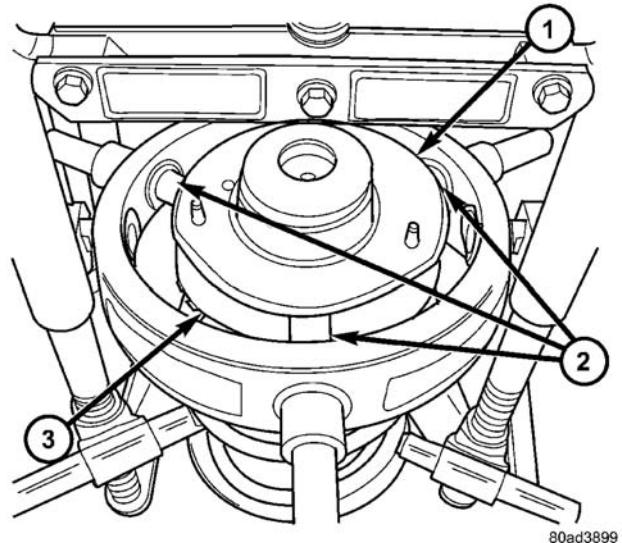
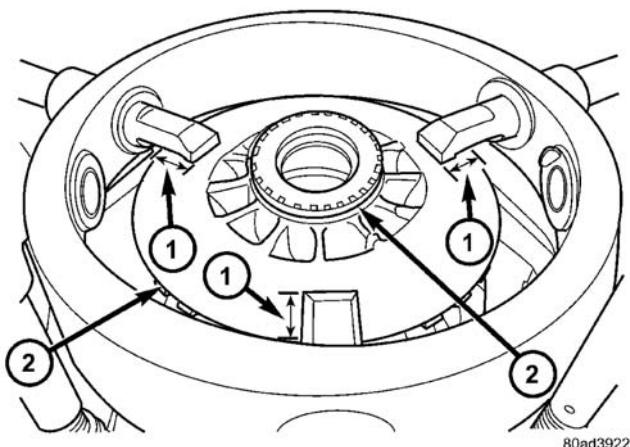

图 44 旋转支座并定位钩子
图 47 钩置于上座上
(1) 按照制造商的说明书，将滑柱总成置于滑柱螺旋弹簧压缩器中。先将下部钩放到螺旋弹簧上。应将滑柱 U 形支架直接置于压缩器向外的位置。
(2) 如图所示 (图 44)，向压缩器的内侧转动滑柱总成的上支座，以便定位压缩器上部钩。将上部钩置于螺旋弹簧上座的顶部，距座的外径大约 1 英寸 (图 47)。**不得让钩更靠近边缘。**在螺旋弹簧的下端放一个夹子，以便在卸下了滑柱轴螺母时，滑柱可以保持在位。
(2) 将上座和上减震垫安装在螺旋弹簧的顶部。放置时上座周边中的凹口要朝向压缩器的前部 (同第 1 步中的 6 点钟位置)。
(3) 将上钩置于螺旋弹簧上座的顶部，并超过上座外径大约 1 英寸 (图 47)。这样就为上座安装留出了合适的间隙，而不会夹住两件之间的钩子。不要让钩更靠近边缘。
(4) 将螺旋弹簧压缩到足以安装滑柱。